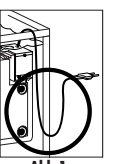

Abb.1
- Um zu vermeiden, dass Gerätestecker oder Steckdose nass werden können, ist das Gerät an einer Seite einer Wand-Steckdose so anzuordnen, dass kein Wasser auf die Steckdose oder den Stecker tropfen kann. Eine "Tropfenschleife" (siehe Abb. 1) soll in der Verbindungsschnur zwischen Gerät und Steckdose ausgebildet werden. Die Tropfenschleife ist der Teil der Verbindungsschnur unterhalb der Höhe der Steckdose oder der Anschlüsse bei Verwendung einer Verlängerungsschnur, die dazu dient zu verhindern, dass Wasser die Schnur entlang kriechen und in Kontakt mit der Steckdose kommen kann. Wenn der Stecker oder die Steckdose nass werden, NICHT die Schnur herausziehen! In einem solchen Fall Sicherung oder Sicherungsschalter für den Stromversorgungskreis des Gerätes herausdrehen bzw. ausschalten.